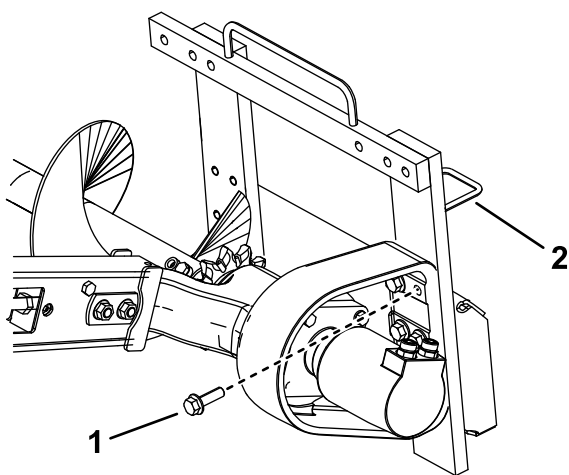

Bild 8
3. Entfernen Sie die sechs Schrauben, mit denen der Grabenfräsenkopf am Rahmen befestigt ist (Bild 8).
11. Verlagern Sie die Schläuche aus der Schlauchführung an der Oberseite der Grabenfräse zu der Schlauchführung an der linken Seite (**Bild 8**).